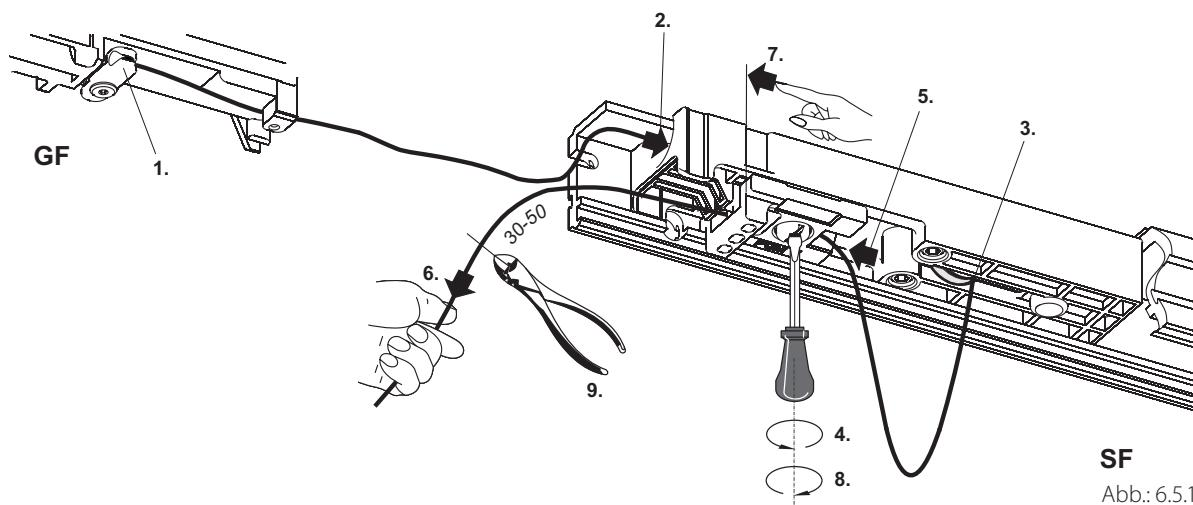

Abb.: 6.5.1
- ▶ Mitnehmerscheibe in richtige Position nach Abb. 6.5.1 drehen (2.), Hebel aufsetzen und festschrauben (3.).